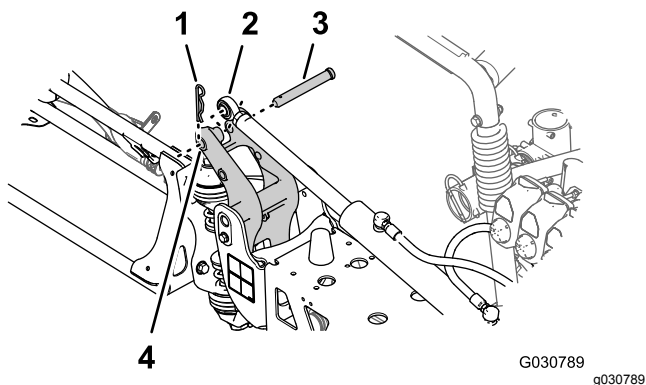

Bild 136
6. Fluchten Sie das Stangenende des Hubzylinders mit dem Loch (5 mm) im Horn des Drehzapfen-Anschlussstückes aus (Bild 136)
7. Befestigen Sie den Hubzylinder mit dem Lastösenbolzen und Splint (Bild 136), die Sie in Schritt 3 in Entfernen der Hubzylinder \(Seite 37\) entfernt haben, am Drehzapfen-Anschlussstück.